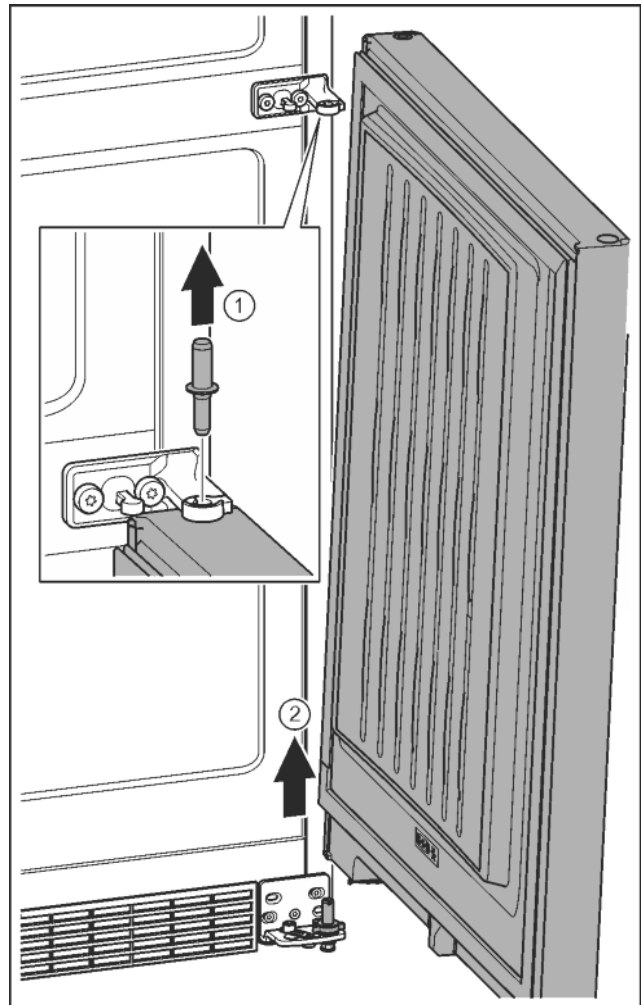

Fig. 11
- ▶ Издърпайте болта нагоре. Fig. 11 (1)
- ▶ Завъртете навън вратата, издърпайте я нагоре и я сложете настрана. Fig. 11 (2)